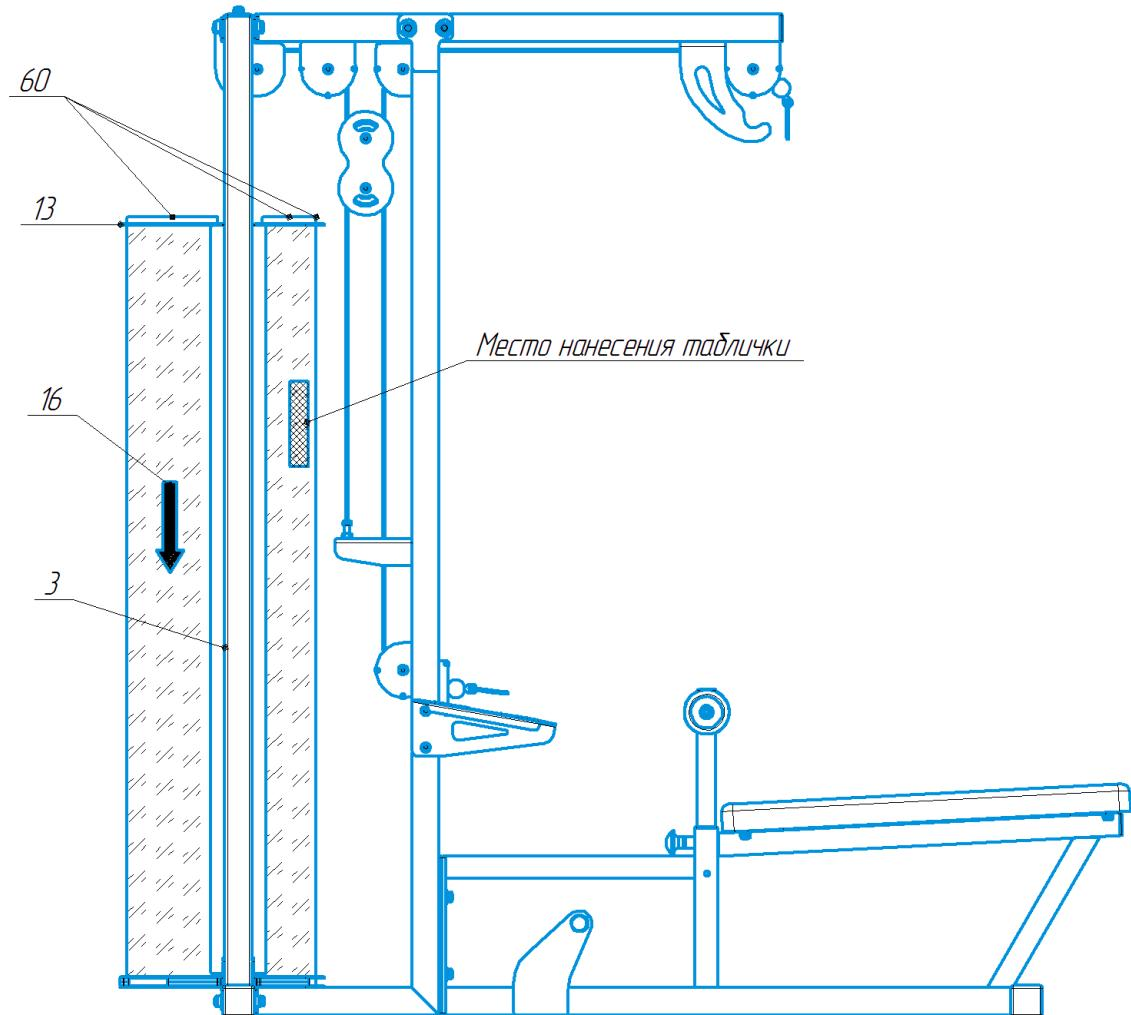

Рис.14. Схема сборки этапа №11
1. Установите экран поликарбонатный 0,8x1,7 (16) так, чтобы боковые края экрана зашли за пластину на стойках (3) с внутренней стороны. Приподнимите пластину (13) над экраном и вставьте экран в изогнутый паз. Придерживая пластину (13) и следя чтобы не выскочил из пазов, вставьте экран в изогнутый паз в нижней части, при этом прижимая экран вниз, как показано на рис.14.
2. Затянуть болты M10x35 (52) которые держат пластину (13).
4. Установить на верхней части экрана П-образный профиль резиновый (60) как показано на рис.14.